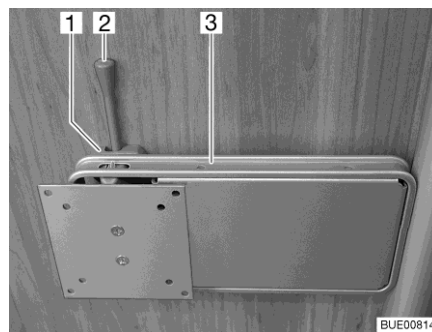

Fig. 109 Support sur colonne
- Positionner :** ■ Pousser le levier de déverrouillage (Fig. 109,2) sur le côté et pivoter le support (Fig. 109,3) et l'écran plat pour les amener en position souhaitée.
- Ranger :** ■ Pivoter l'écran plat en sens inverse, jusqu'à ce que le support (Fig. 109,3) s'enclenche dans le verrouillage (Fig. 109,1).